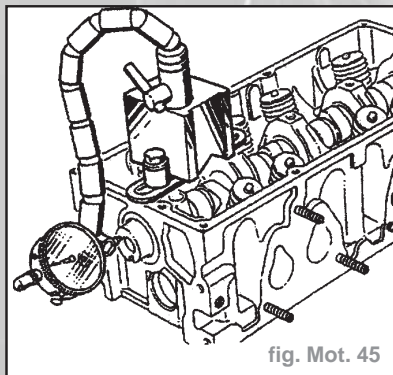

fig. Mot. 45
- Mettre en place le pied magnétique (fig. Mot. 45)